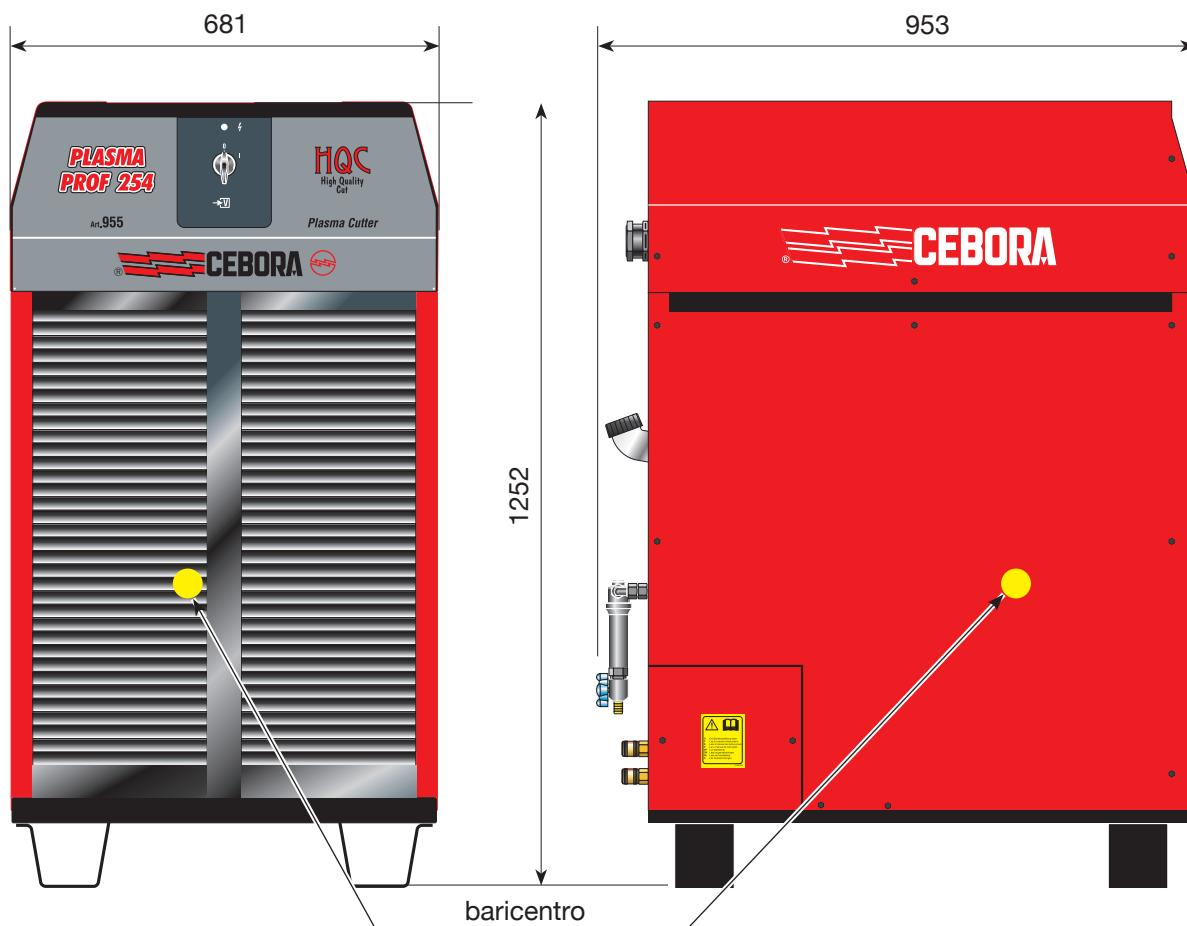

Fig. 2
- sollevare il generatore con un carrello elevatore e posizionare le forche tenendo conto della posizione del suo baricentro (vedi Fig. 2).